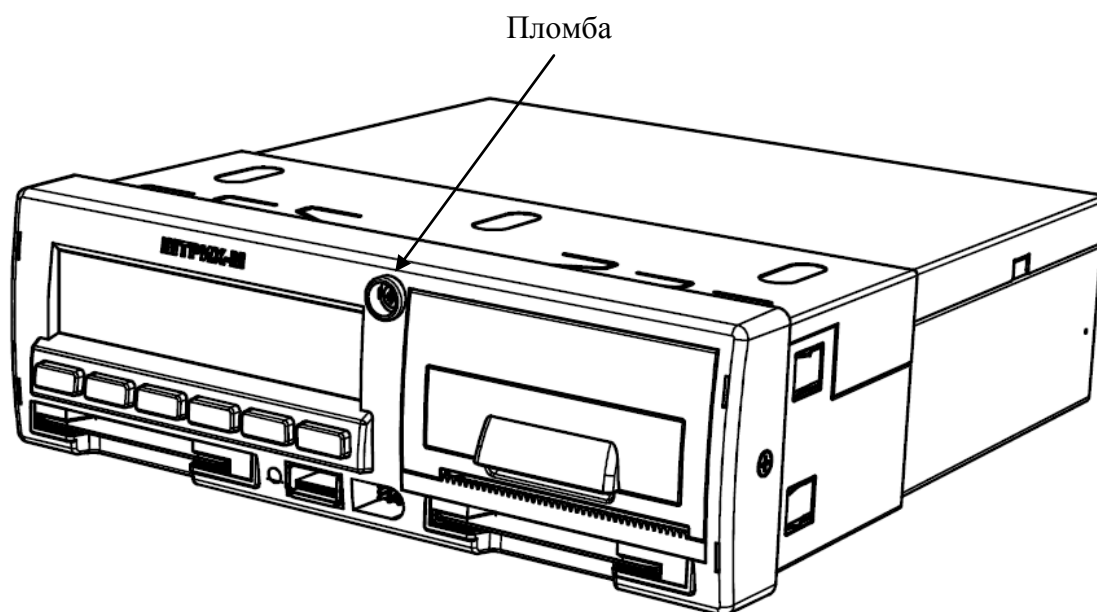

Рисунок 52 – Пломба блока СКЗИ.
2. Снять пломбу с лицевой панели тахографа и выкрутить винт удерживающий крышку тахографа. (см. Рисунок 52).